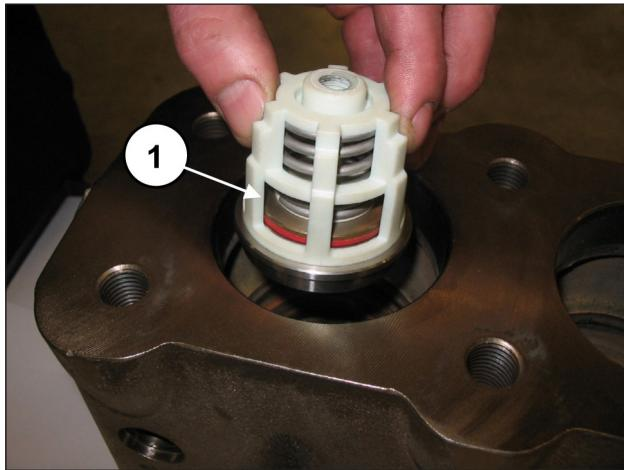
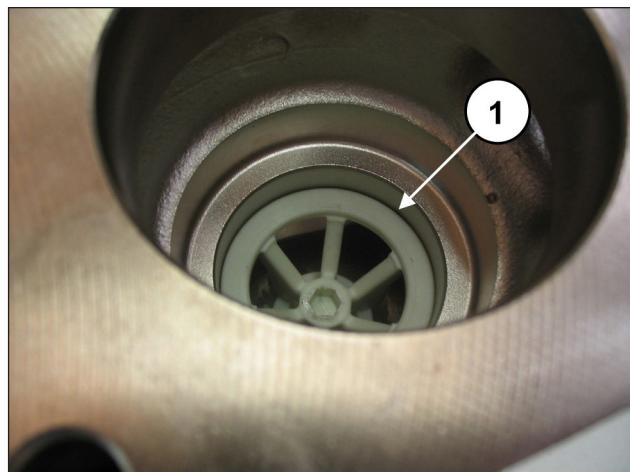

图 104
图 105
插入吸入阀组(位置①，图 104) 接着拆除定距块(位置①，图 105)。
整个阀组必须完全插入到底，并应如 ①，图 105 所示。